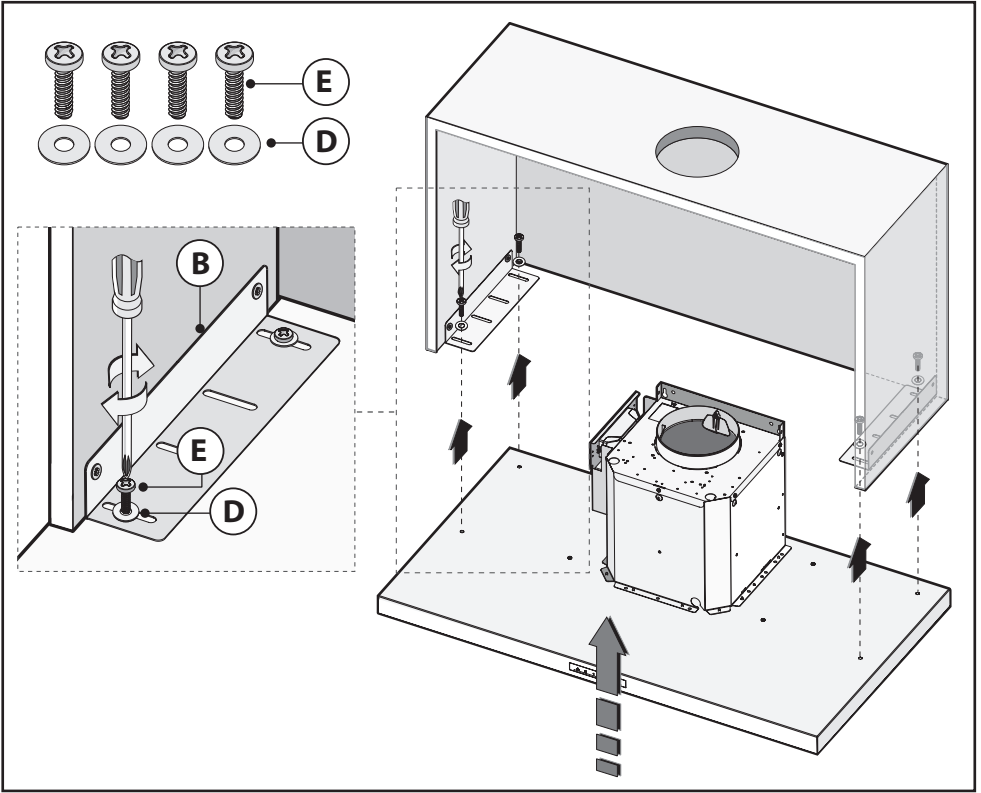

Fig.4
- Tag emhætten og fastgør den endeligt til beslaget **B** ved hjælp af de 4 skruer **C** og de 4 skiver **D** Fig.4.